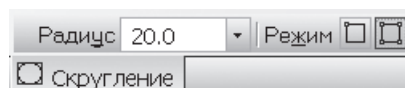
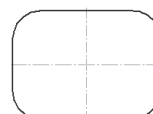

Рис. 52
Рис. 53
3. Активировать команду *Скругление по углам объекта*  и на *Панели свойств* задать радиус 20 мм с условием скругления на всех углах контура (рис. 52). После щелчка на линии контура прямоугольника все углы последнего скругляются (рис. 53).